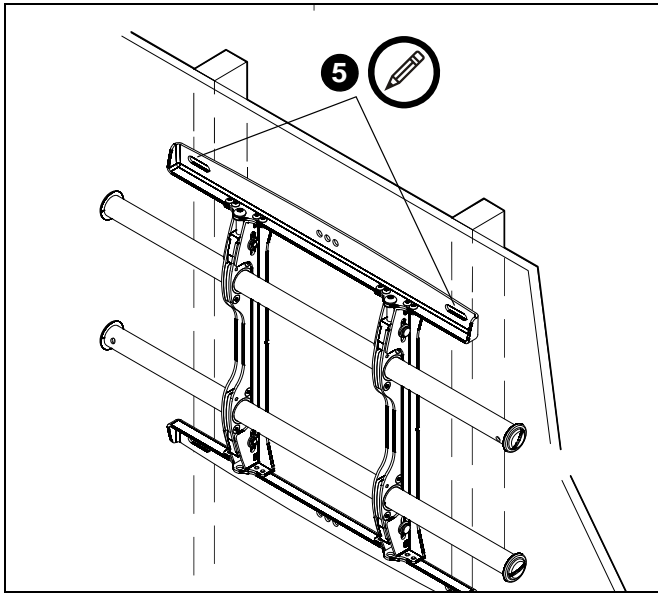

рис. 6
5. При помощи уровня сделайте на стене отметки на каждой из стоек каркаса там, где будут расположены верхние монтажные отверстия. (См. рис. 6)